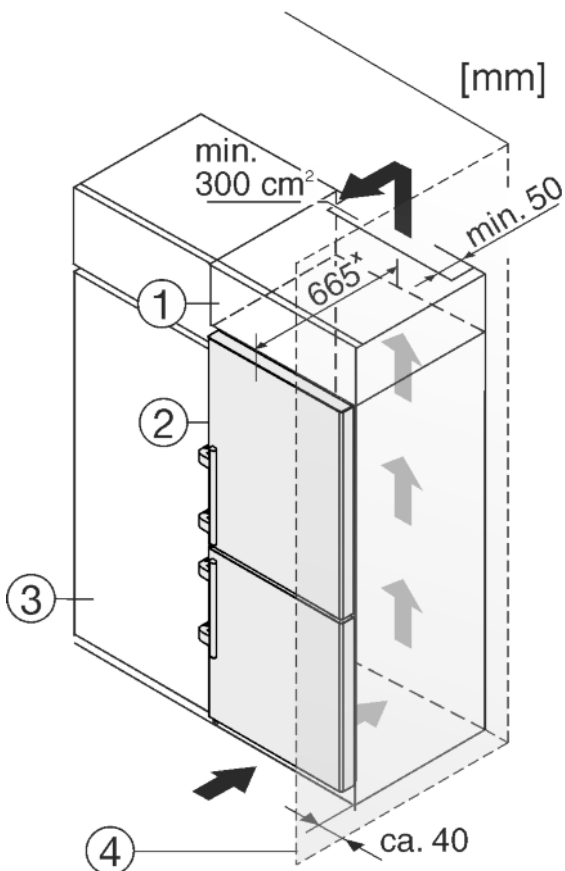

Fig. 41
- (1) Колонна на столешнице
- (2) Устройство
- (3) Кухонный шкаф
- (4) Стена
Устройство может быть окружено предметами кухонной обстановки. Чтобы уравнивать устройство Fig. 41 (2) по высоте с кухонной стенкой, можно установить над устройством соответствующий дополнительный шкафчик Fig. 41 (1).
В комбинации с кухонными шкафами устройство можно устанавливать непосредственно рядом с кухонным шкафом Fig. 41 (3). Чтобы можно было полностью открыть двери, устройство должно выступать, как минимум, на 65 мм* относительно передней стенки кухонного шкафа. В зависимости от глубины кухонных шкафов и использования пристенных распорок устройство может выступать и больше.
Если устройство установлено на шарнирах у стены Fig. 41 (4), то расстояние между устройством и стеной должно быть не менее 40 мм. Настолько выступает ручка при открытой дверце.